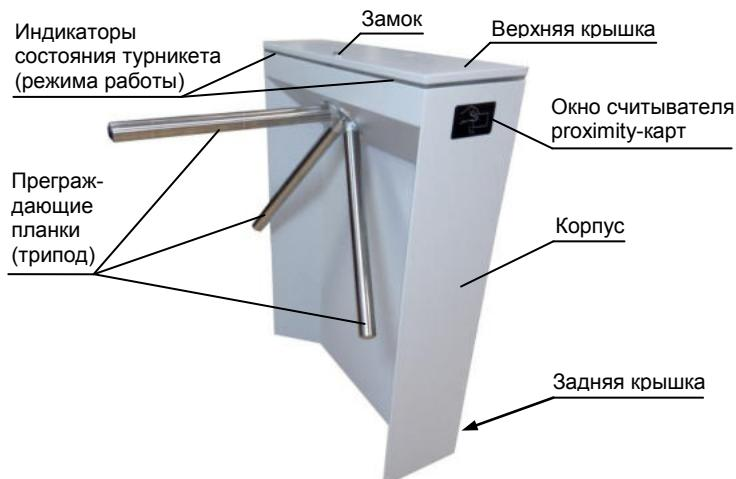

Рис.1 Общий вид турникета
- индикаторы состояния (рис.1) засвятятся красным – турникет находится в режиме «Ожидания»;